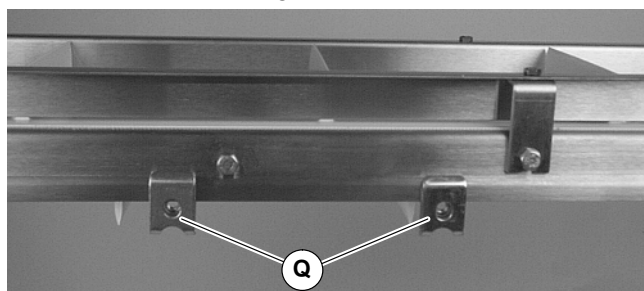

Abbildung 9
9. Die Zubehör-Montageclips (Q von Abb. 9) am Förderband befestigen.